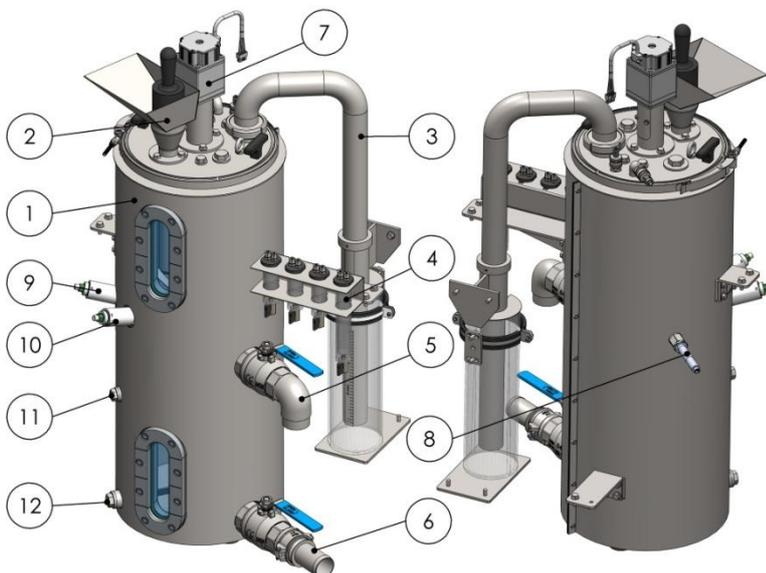

Figura 1: Biorreator laboratorial AwiLAB Digester
No biorreator laboratorial, perto do sensor térmico (Figura 1, pos. 8), são encontradas diversas conexões que podem ser utilizadas para componentes opcionais (Figura 1, pos. 9 a 12).